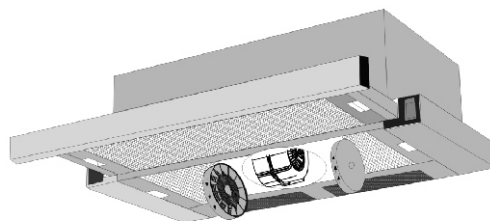

рис. 8
- установите два угольных фильтра см. табл. 1 и (рис.8), предварительно удалив с них упаковочную пленку;
Угольные фильтры устанавливаются на защитные решетки корпуса вентилятора, путем легкого нажатия и поворота их по часовой стрелке (рис. 8).